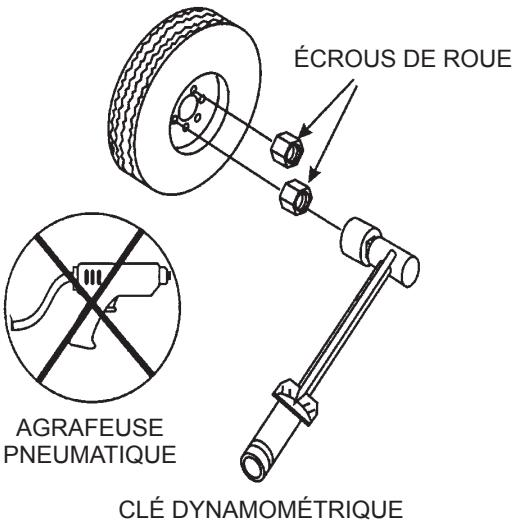

Figure 64. Séquence de serrage des écrous de roue
2. Serrer tous les écrous de roue dans l'ordre (voir la Figure 64). **NE PAS** serrer les écrous de roue complètement. Serrer chaque écrou de roue en 3 passes distinctes tel que défini par le Tableau 18.